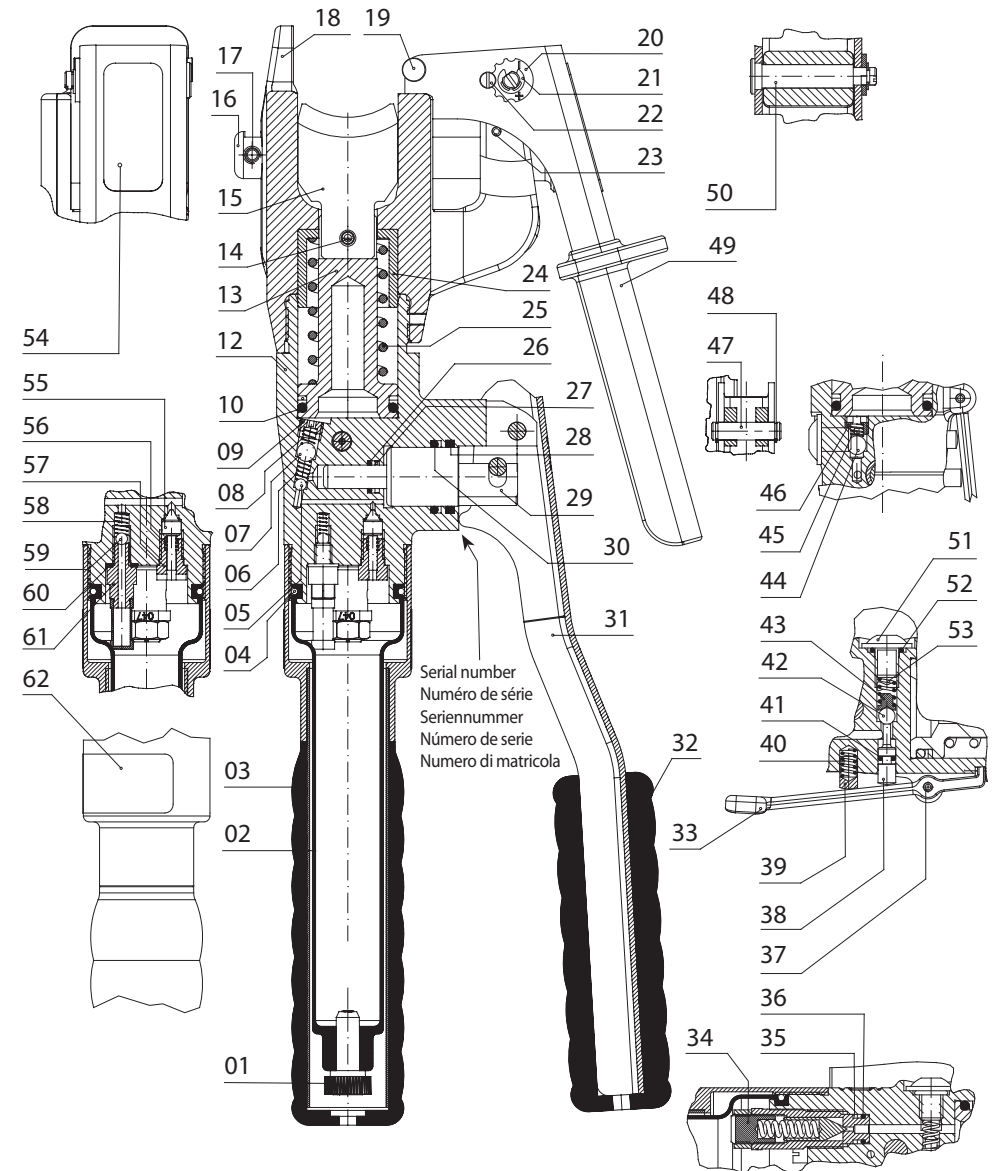

FIG. 8 LONGITUDINAL SECTION - COUPE LONGITUDINALE - SCHNITZZEICHNUNG -
6. LISTA DEI COMPONENTI (Rif. a Fig. 8)